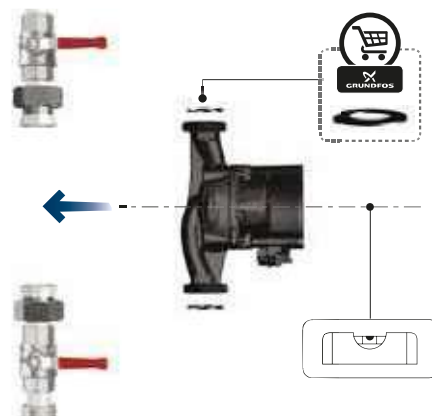

Fig. 2 Instalação do circulador
2. Instale as duas juntas fornecidas com o circulador quando montar o circulador na tubagem. Instale o circulador com o veio do motor na horizontal dentro de $\pm 5^\circ$. Consulte a fig. 2. Consulte também a secção 3.3 Posições da caixa de terminais.